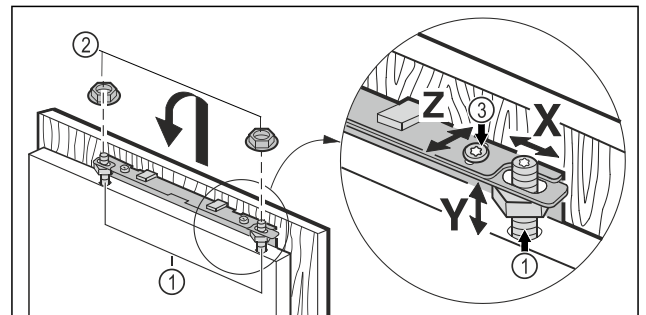

Fig. 20
- Möbeltür auf die Justagebolzen Fig. 20 (1) eingehängen und Kontermuttern Fig. 20 (2) locker auf die Justagebolzen schrauben.
- Möbeltür in der Höhe Y und in der seitlichen Neigung ausrichten: Justagebolzen Fig. 20 (1) mit einem Schraubendreher einstellen.
- Kontermuttern Fig. 20 (3) anziehen.